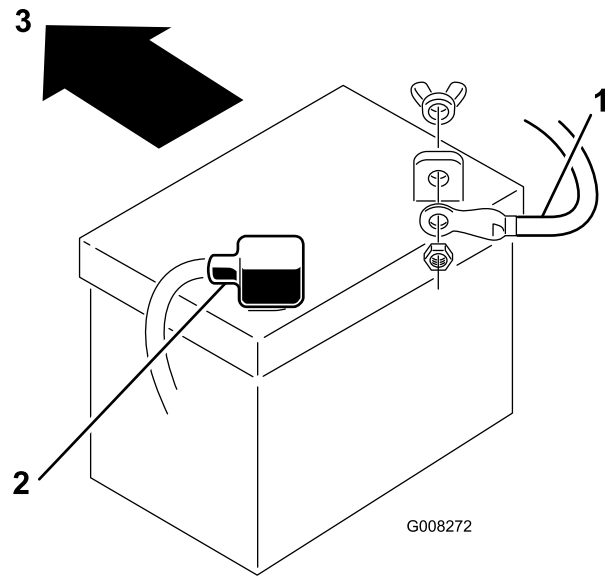

Bild 32
7. Klemmen Sie das Minuskabel (schwarz) vom Batteriepol ab (Bild 32).
9. Klemmen Sie das Pluskabel (Rot) vom Batteriepol ab (Bild 32).
1. Setzen Sie die Batterie in das Chassis ein. Die Batteriepole sollten zum Heck der Maschine zeigen (Bild 32).
- Schließen Sie das Pluskabel (rot) mit der Schraube und der Flügelmutter am (+) Pluspol an (Bild 32). Schieben Sie die Gummiabdeckung über den Batteriepol.
- Schließen Sie das (schwarze) Minuskabel mit der Schraube und Mutter am (-) Minuspol an (Bild 32). Schieben Sie die Gummiabdeckung über den Batteriepol.